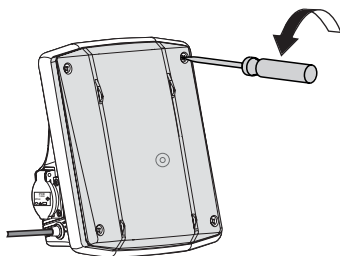

bild 13
- 5.1.1 Öppna det transparenta skyddet med hjälp av en skruvskärare (bild 13).